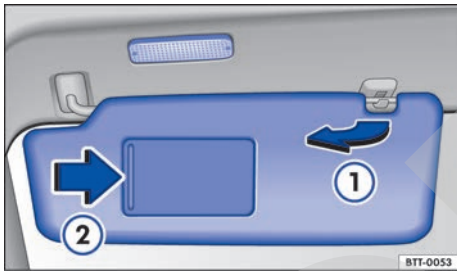

Fig. 68 Parasol.
- Desencajar del soporte y girar en la dirección de las puertas ⇒ fig. 68①.
En el parasol plegado hacia abajo hay un espejo de cortesía atrás de una cubierta. Al abrir la cubierta ⇒ fig. 68 ② se enciende una luz.